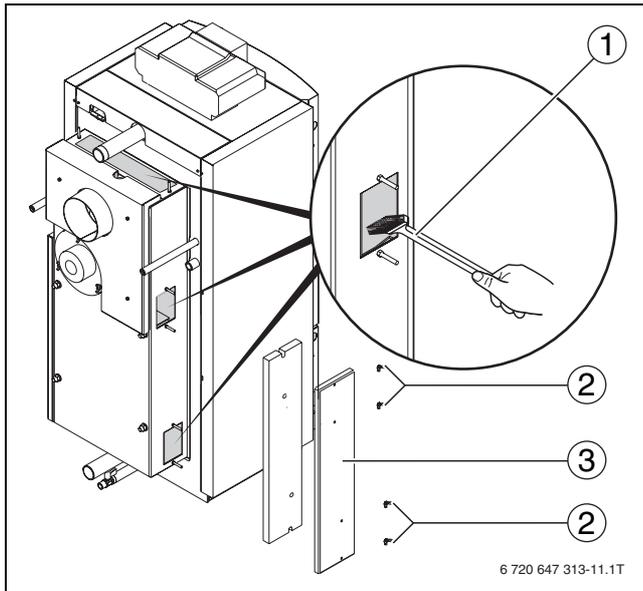

Fig. 46 Pulire il collettore fumi
- ▶ Verificare mensilmente il collettore fumi (→ fig. 46, pag. 42) e se necessario pulirlo.